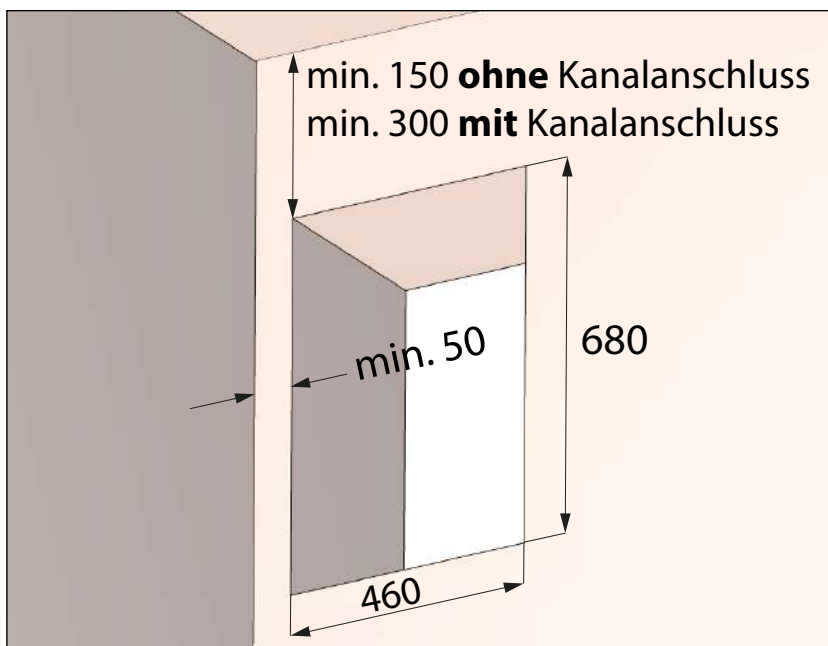

Abb. 9: Mauerdurchbruch für Montageset **mit** Füllstück, Maße in Millimeter
- Mauerdurchbruch komplett (siehe Abb. 9 auf Seite 18) für Montageset **mit** Füllstück M-WRG-II M/Fü